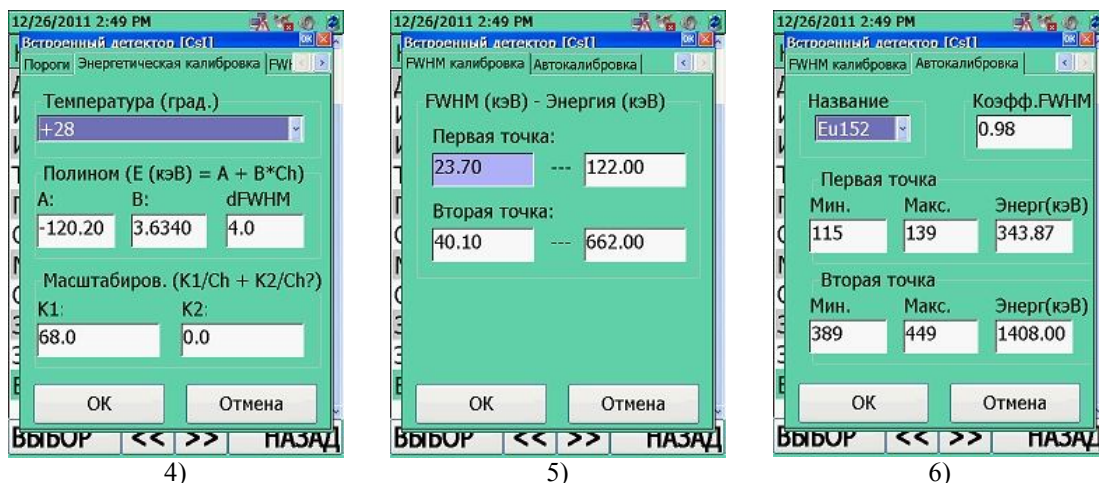

Рисунок 11.41
Для входа в настройки встроенного БД "Встроенный детектор [CsI]" необходимо в окне режим настройки параметров прибора "Настройки прибора" переместить выделенный маркер на соответствующую строку, рисунок 11.41 (1). Перемещение маркера осуществляется при помощи кнопок джойстика ВВЕРХ/ВНИЗ. Подтвердить переход в опцию "Встроенный детектор [CsI]" необходимо нажатием центральной кнопки джойстика ВВОД  или кнопки ВЫБОР .
Вкладка "Пороги", рисунок 11.41 (2):
- "**Коэф. N**" – коэффициент **n**, определяющий **порог срабатывания** (минимальный уровень обнаружения гамма- излучения) **гамма- канала** (11.1.3). **Порог срабатывания гамма- канала** можно изменить путем установки нового значения коэффициента **n** по гамма-каналу. Диапазон установки коэффициента **n** составляет от 1 до 9,9 с дискретностью 0,1. Рекомендуемое значение – 5,3, рисунок 11.41 (3);
Вкладка "Энергетическая калибровка", рисунок 11.41 (4):
Вкладка "Калибровка FWHM", рисунок 11.41 (5):
Вкладка "Автокалибровка", рисунок 11.41(6):